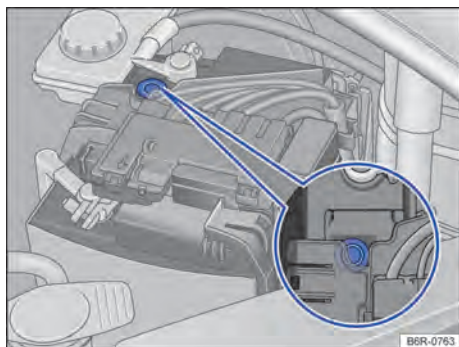

Fig. 128 En el compartimento del motor: ejemplo de posición del visor en el lado superior de la batería del vehículo.
- El visor redondo → fig. 128 en la parte superior de la batería del vehículo cambia de color dependiendo del nivel del electrolito.